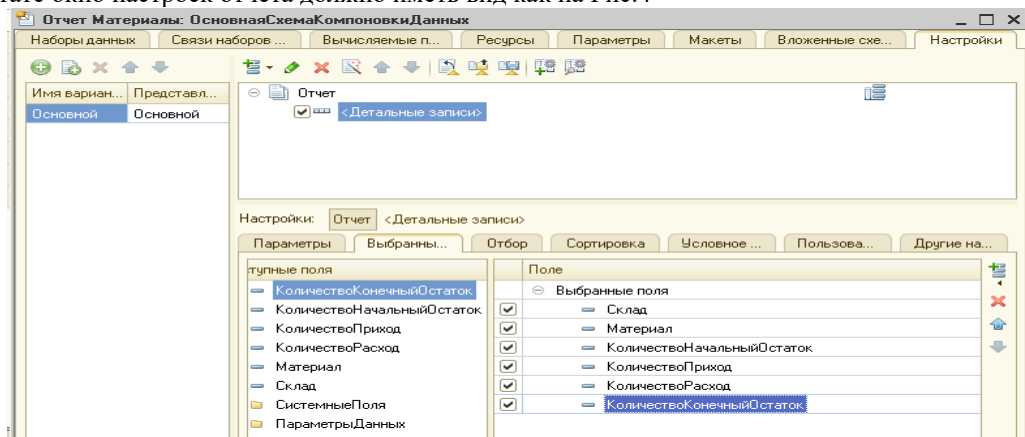

Рис. 4. Компоновка данных отчета
15. В результате окно настроек отчета должно иметь вид как на Рис.4